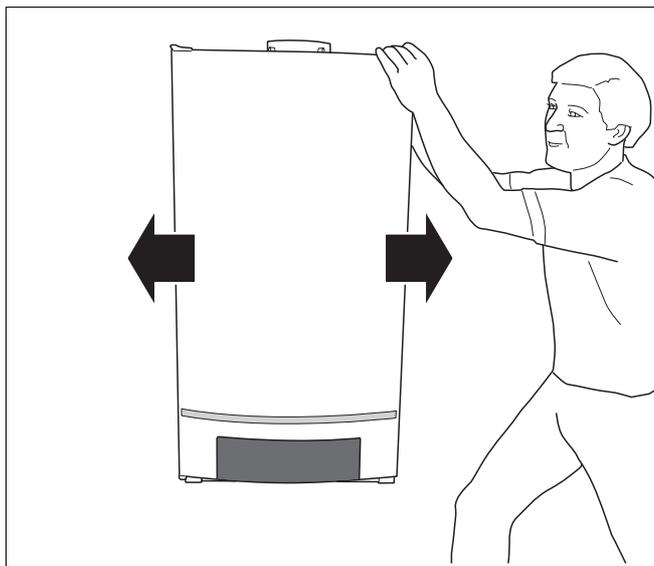

Fig. 8 Spostare la caldaia
- Spostare la caldaia nella posizione giusta (fig. 8).